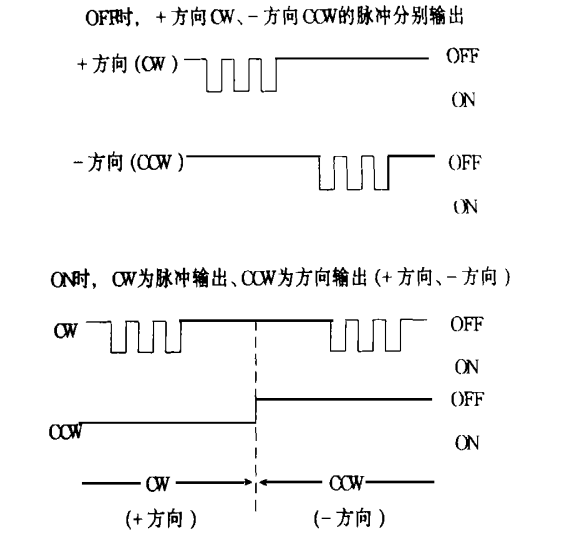

图 3 脉冲输出切换方法
- (3)SW4: 设定为 OFF。
- (4)SW5: 脉冲输出切换。脉冲输出切换方法见图 3。
- (5)SW6: 原点 SW 输入的电平切换。OFF 时, 原点 SW 为常开接点; ON 时, 原点 SW 为常闭接点。
- (6)SW7: Z 相输入的电平切换。OFF 时, Z 相输入为常开接点; ON 时, Z 相输入为常闭接点。
- (7)SW8: 设定为 OFF。